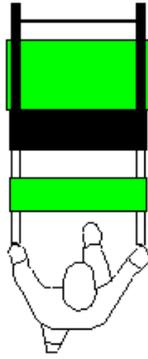

Fig. 14 Posición correcta del operario al manejar la máquina
- Sujete firmemente el manillar de la máquina y colóquese según el diagrama de la Fig. 14.